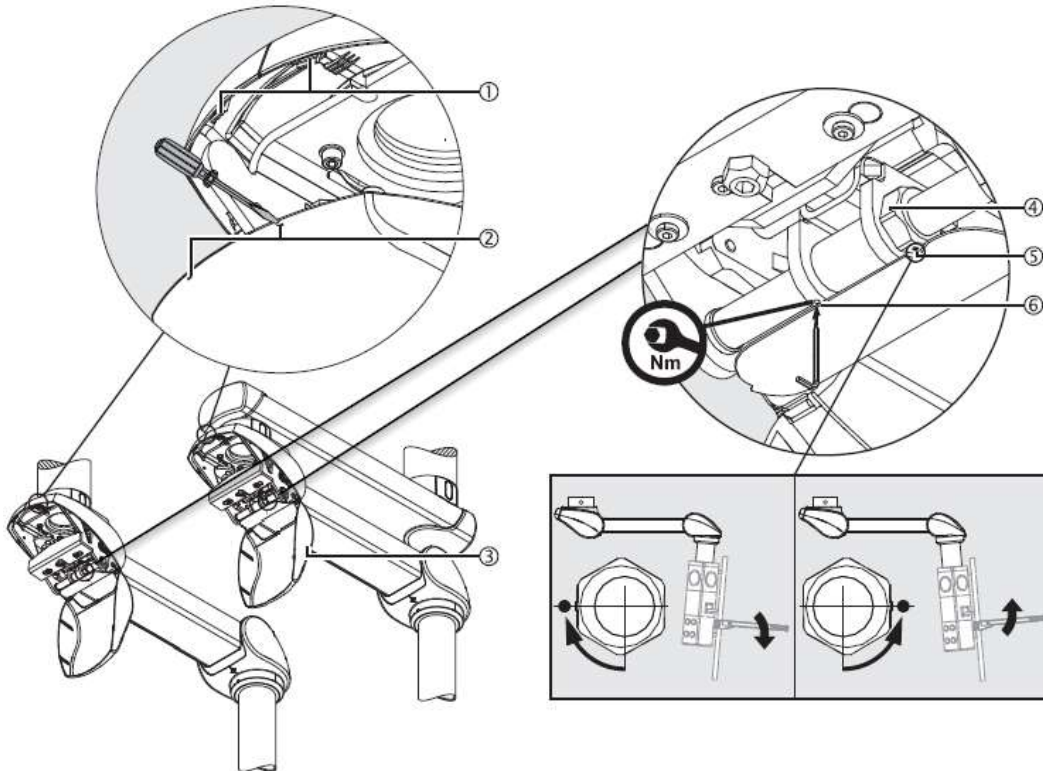

Abb.18 Korrektur der vertikalen Ausrichtung des Servicekopfes oder der CEMOR-Monitorhalterung
- Lösen Sie die Befestigungsschraube M4 (6) – DIN 914.
- Setzen Sie den Schraubenschlüssel auf den Sechskantbolzen (4).
- Die Anzeigeschraube (5) zeigt nach unten (diese Schraube nicht lösen).
- Um die Ablage aus dem Beispiel in Abbildung 18 abzusenken, drehen Sie den Sechskantbolzen (4) so, dass die Anzeigeschraube (5) nach vorne (zu Ihnen) zeigt.
- Um die Schale aus dem Beispiel in Abbildung 18 anzuheben, drehen Sie den Sechskantbolzen (4) so, dass die Anzeigeschraube (5) nach hinten (von Ihnen weg) zeigt.
- Ziehen Sie die M4-Gewindestift (6) – DIN 914 fest.